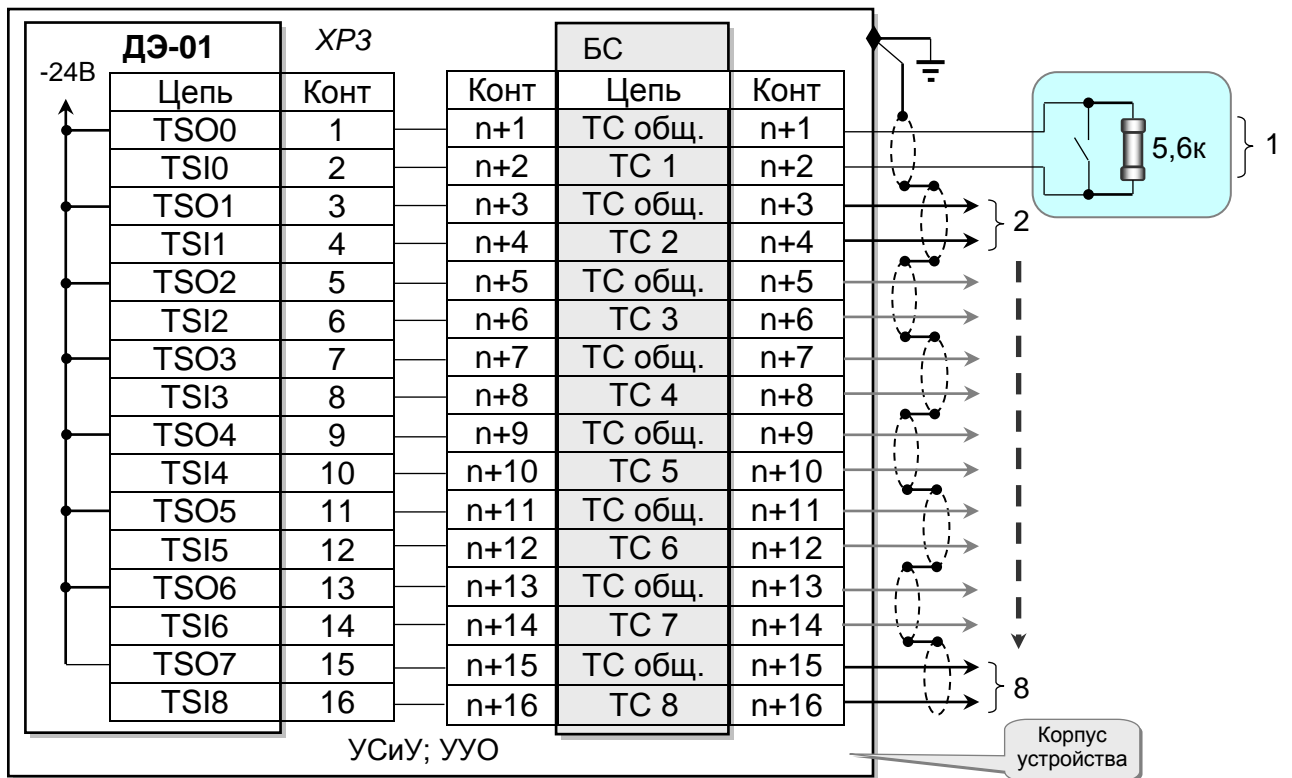

Рисунок 4 – Схема подключения датчиков ТС
2.3.2.4 Металлическая броня кабелей в соответствии с требованиями п. 2.1.3 настоящего Руководства соединяется с защитным заземлением только на корпусе устройства (Рисунок 4), в котором расположен модуль ДЭ-01.